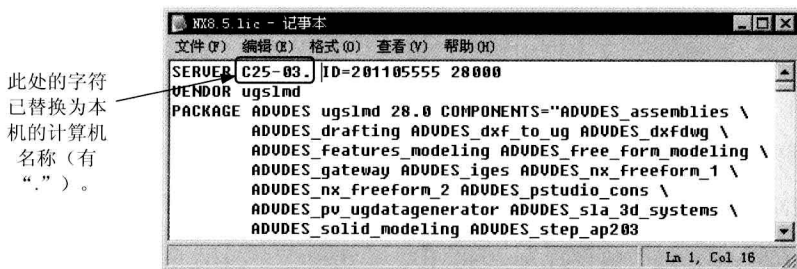

图 1.3.2 修改许可证文件
Step 2 修改许可证文件并保存, 如图 1.3.2 所示。